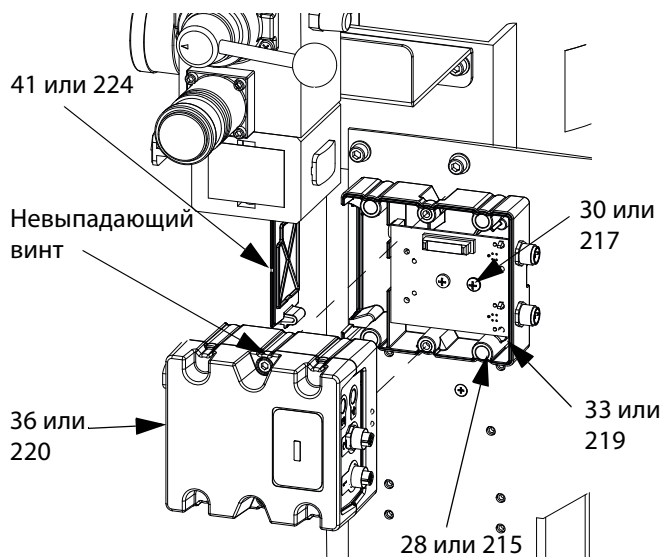

Рис. 55. Извлечение модуля регулирования подачи жидкости
4. Извлеките винты (28 или 215) и винт заземления (30 или 217) из основания (33 или 219). См. Рис. 55.
7. Установите селекторный переключатель в положение "А" для плунжера А или в положение "В" для плунжера В. См. Рис. 55.